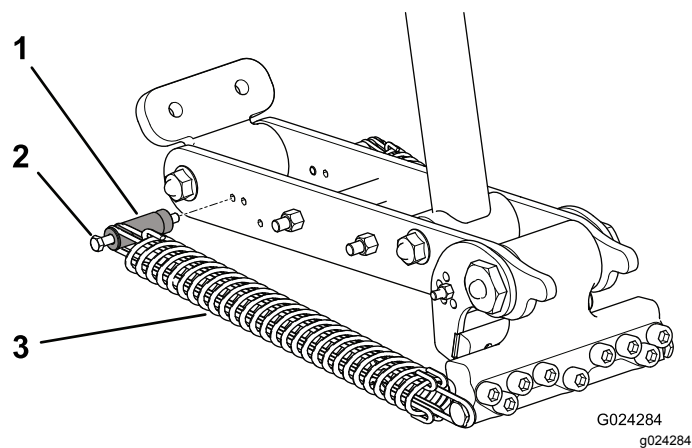
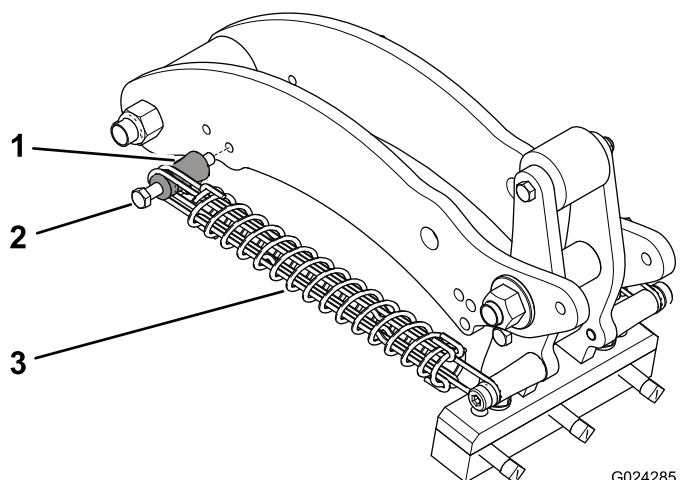

図 41
図 42
4. スプリング取り付けポストのボルトをリンクアームに固定するナットを取り外す 図 41または図 42。
5. 取り付けポストのボルトを外して取り付けポストをリンクアームから外し、これらをもう次の調整穴に差し込む 図 41または図 42。